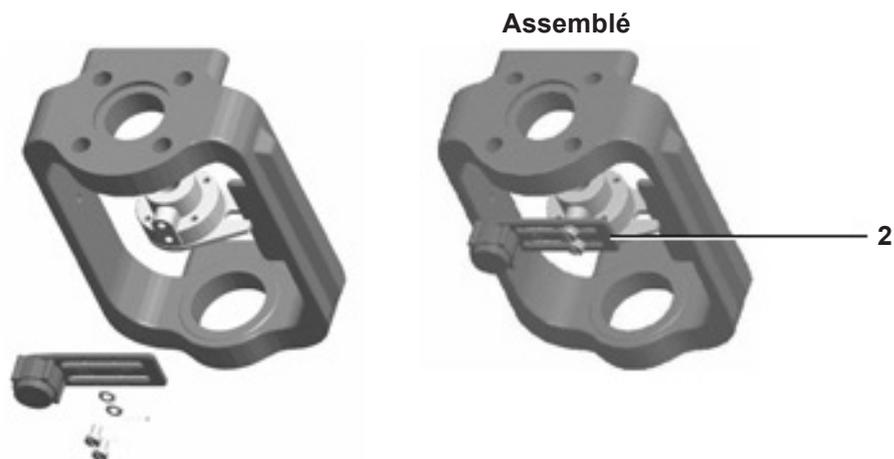
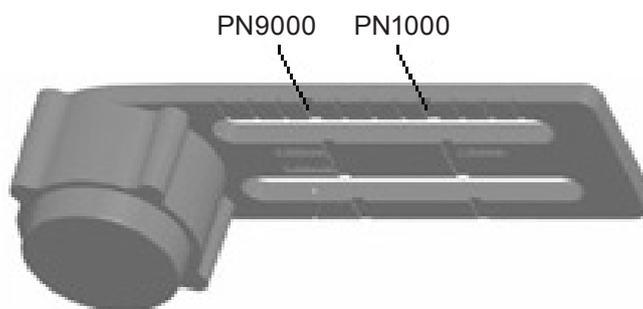

Fig. 26
Fig. 27 Marquages sur le support de l'aimant
5.2.2 Faire glisser le support de l'aimant (2) vers la gauche ou vers la droite (Fig. 26) jusqu'à ce qu'il soit correctement positionné. Si vous utilisez un servomoteur Spirax Sarco, la position correcte est indiquée sur le support de l'aimant (Fig. 27).